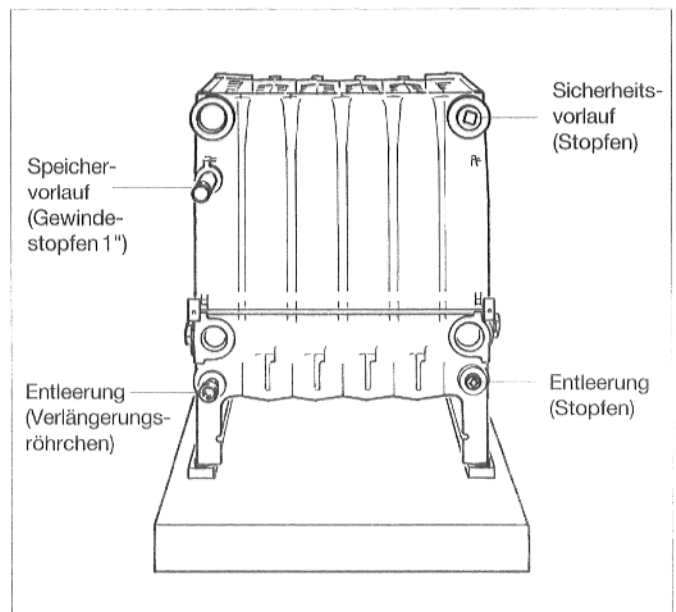

Abb. 15
- Auf der Kesselrückseite Stopfen im Sicherheitsvorlauf und Stopfen in der zweiten Entleerestelle sowie Verlängerungsröhrchen für Kessel-Füll- und -Entleerhahn und Gewindestopfen 1" im Speichervorlauf mit Hanf und Gewindedichtmasse eindichten (Abb. 15).